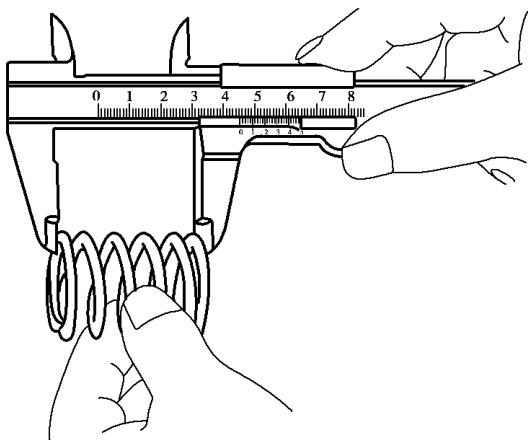

图 1.2.2 使用游标卡尺来测量气门弹簧的长度
- (2) 游标上有 20 个刻度的表示每一刻度为 0.05 mm (图 1.2.2)。
测量时,把要测量的物件放在两个量爪之间,对滑动量爪要做细致的调节,直到两个爪子都接触到物件为止。测量值能从刻度尺上直接读出来(如图 1.2.2 所示)。